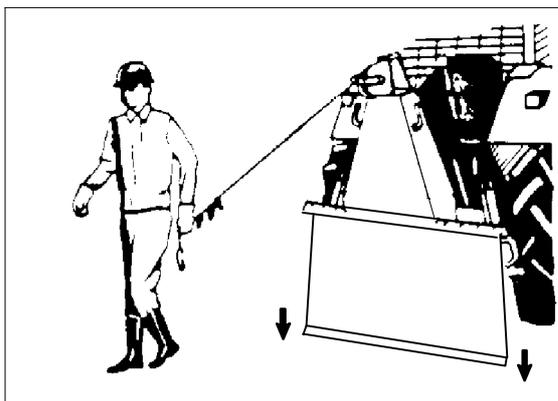

Fig. 25. Ankr doserbladet til bakken.
- Parker vinsjen og traktoren på flatmark. Lås bremsene på traktoren før du begynner å vinsje. Senk 3-punktsfestet slik at doserbladet ankrer vinsjen til bakken. Se fig. 25.